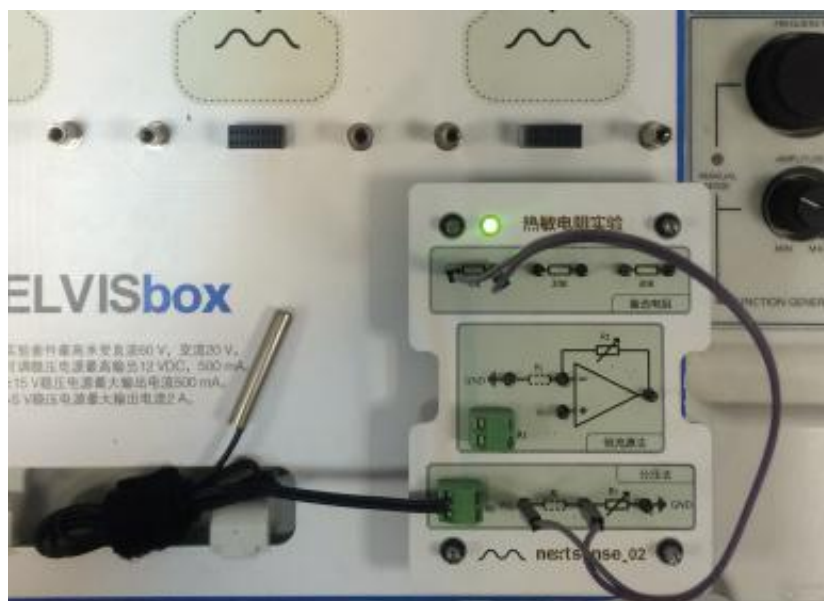

图 6-3 分压法连线图
Step1 : 用杜邦线将 10K 备选电阻连接到分压法电路中 R_i 位置。将热敏电阻连接到实验模块上的绿色螺丝拧线端子。如图 6-3 所示。